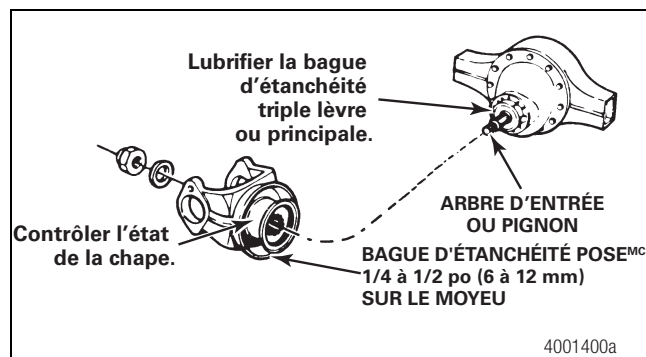

Figure 5.4
3. Loger à la main la bague d'étanchéité POSE^{MC} sur le moyeu de la chape ou de la bride d'entrée. Les lèvres de la bague doivent être orientées vers l'extrémité du moyeu, à l'opposé de l'épaulement. Glisser la bague d'étanchéité POSE^{MC} sur le moyeu jusqu'à ce que les lèvres se trouvent à une distance de 1/4 à 1/2 po (6 à 12 mm) de l'extrémité du moyeu. Ne pas installer la bague d'étanchéité POSE^{MC} contre l'épaulement de la chape. Figure 5.4.